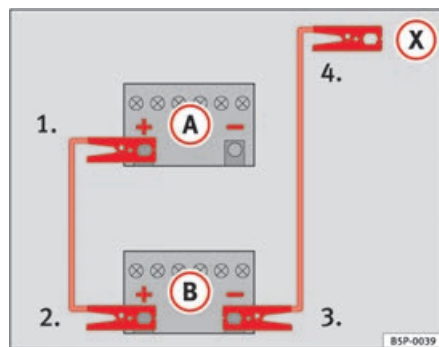

Fig. 205 Esquema de ligação dos cabos auxiliares do arranque
Na ⇒ fig. 205 (A) estão representadas a bateria descarregada e em (B) e a bateria com carga.
1. Ligar uma extremidade do cabo auxiliar de arranque vermelho ao terminal positivo ⇒ fig. 205 (+) do veículo com a bateria descarregada ⇒ ⚠.
4. Ligar a outra extremidade do cabo preto (X) no veículo com a bateria descarregada a uma peça maciça, firmemente aparafusada ao bloco do motor, ou ao próprio bloco do motor, mas não nas proximidades da bateria ⇒ ⚠.